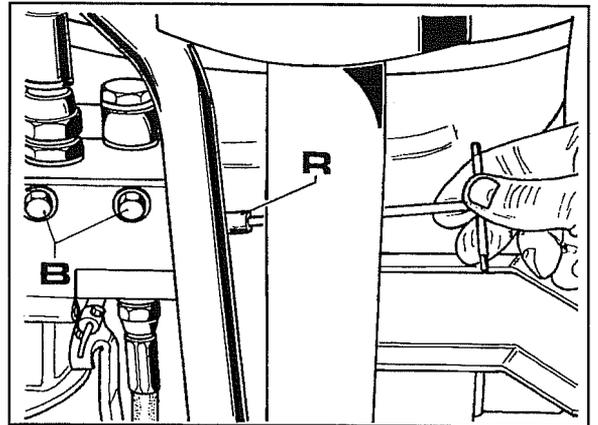

Fig. 2
2. Pour dévisser et sortir la soupape il faut enlever les deux vis **B** de fixation du groupe des soupapes placées sous le groupe, cf. fig.2.